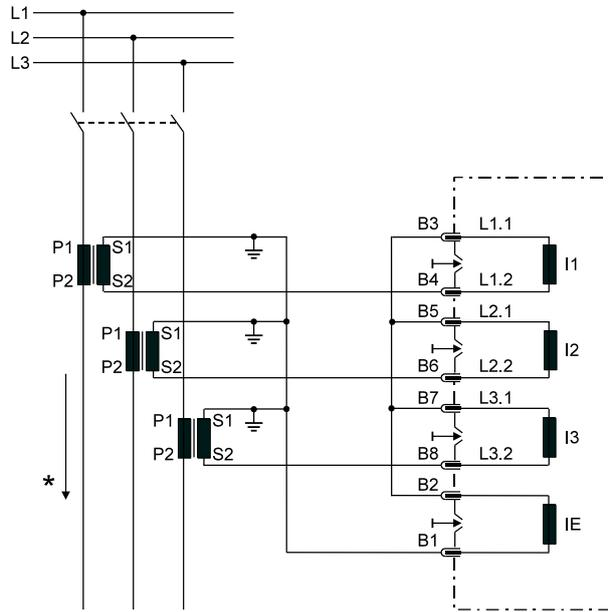

Figure 3.3 : Mesure des phases et détection des défauts à la terre par une structure en triangle
homopolaire (IE) et la Figure 3.3.